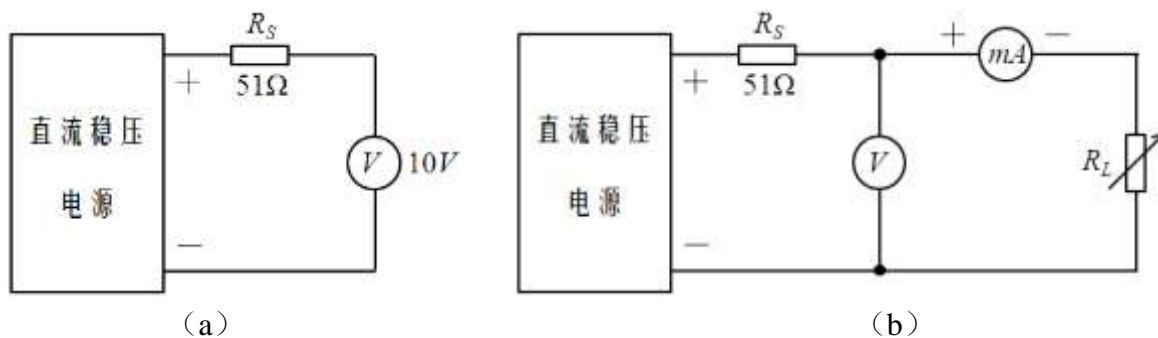

图 1.6
1) 首先, 连接电路如图 1.6 (a) 所示, 不加负载电路, 直接用伏特表测试实际电压源的输出电压, 将其设置为 10V。其中 R_S 为实际电压源的内阻, 阻值 $R_S = 51\Omega$ 。
2) 然后, 测试电路如图 1.6 (b) 所示, 其中 R_L 为变阻箱。